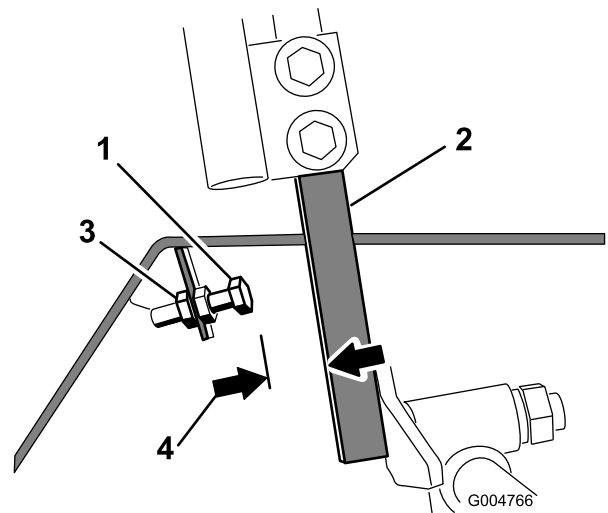

Bild 67
4. Lösen Sie für einen der Fahrtriebshebel die Klemmmutter an der Anschlagsschraube (Bild 67).